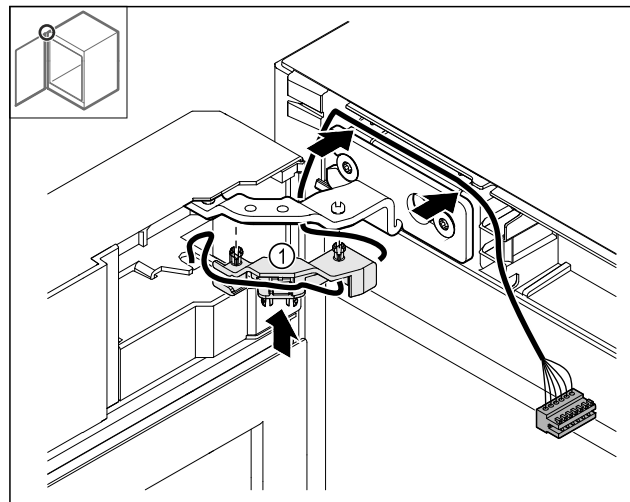

Fig. 49
- Kabelhouder Fig. 49 (1) in het scharnier drukken.